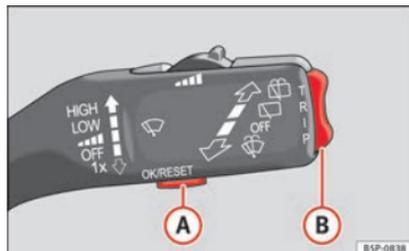
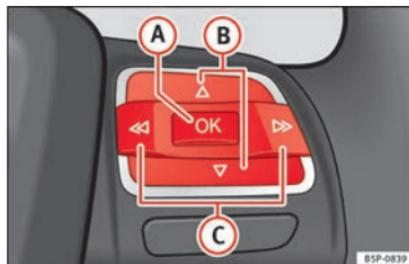

Fig. 36 Leva del tergicristallo: tasti di controllo.
Fig. 37 Comandi sul volante: tasti di controllo.
- Per accedere al menu "Configurazione", premere il tasto **C** ►►► fig. 37 finché non appare sul display. In questo momento si è già nel menu.
- Per passare da una memoria all'altra, premere brevemente il tasto **(A)** » **fig. 36** » **pagina 54** ubicato sulla leva del tergicristallo oppure il tasto **(OK)** del volante multifunzione » **fig. 37** » **pagina 54** con il quadro acceso.
Nell'indicatore multifunzioni è possibile consultare i seguenti dati azionando il tasto doppio **B** » **fig. 36** » pagina 54 della leva del tergicristalli o premendo il tasto **A** o **V** » **fig. 37** del volante multifunzioni*: